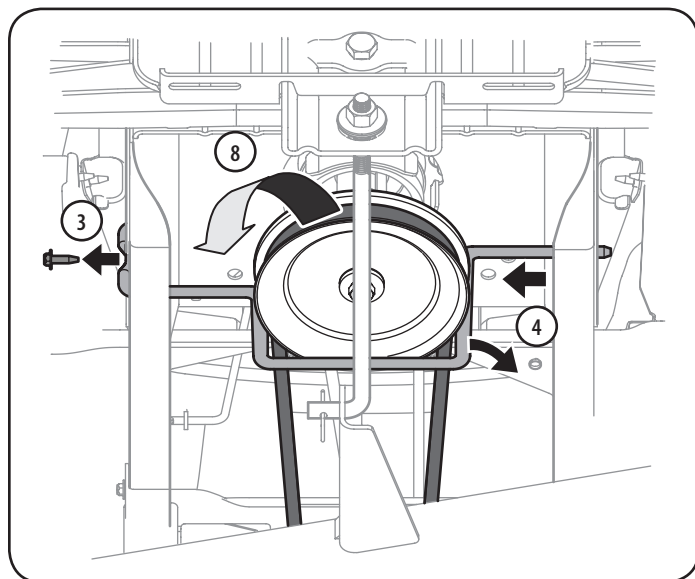

Figura 20
3. Saque el tornillo hexagonal que asegura la varilla guardapoleas del motor al chasis. Vea la Figura 20.
4. Deslice la varilla hacia la derecha para sacarla. Vea la Figura 20.
8. Extraiga con cuidado la correa de alrededor de la polea de la PTO. Vea la Figura 20.